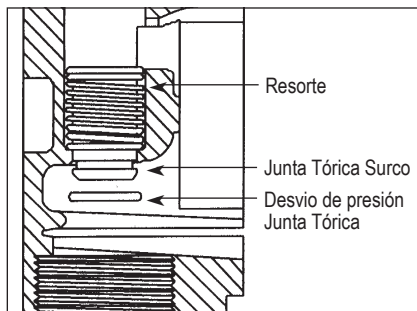

Figura 10
- b. Retire la junta tórica con un pequeño destornillador o herramienta similar. Tenga cuidado de no dañar el asiento o la junta tórica. (Figura 10)
- Para el montaje, coloque el resorte y en la cavidad de asiento a través del puerto de salida superior. Comprimir el asiento en el alojamiento hasta el muñeco aparece en la cámara baja. (Ver Figura 10) Cubra la junta tórica ligeramente con grasa y se desliza sobre la cabeza del muñeco. Asegúrese de que el anillo está bien asentada.